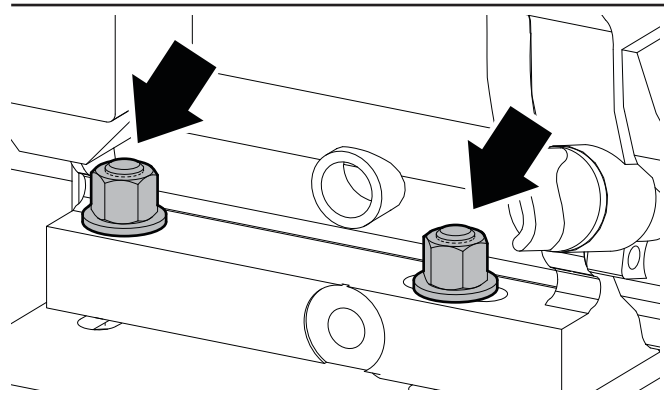

Figure 35 – Boulons de montage du moteur (deux de quatre)
2. Desserrez (ne retirez pas) les quatre boulons qui fixent le support du moteur sur le châssis de l'équipement. Voir *Figure 35 à la page 55*.
3. Desserrez (ne retirez pas) les quatre boulons qui fixent le support du moteur sur le châssis de l'équipement. Voir Figure 35.
1. Desserrez (sans les enlever) les quatre boulons du support du moteur. Voir *Figure 35*.